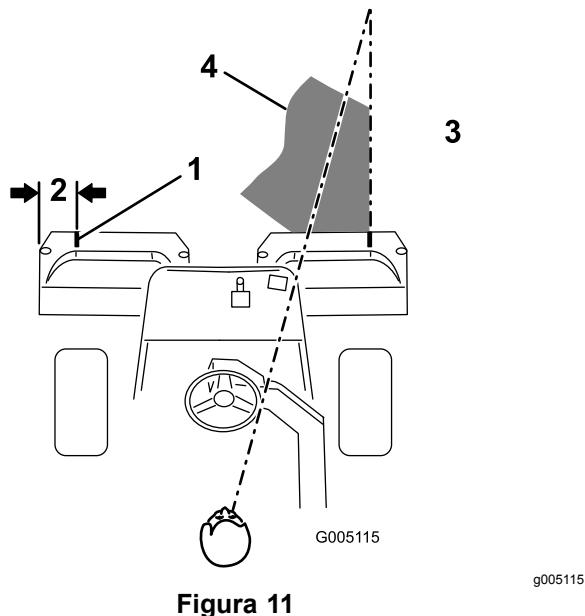

Figura 11
2. Applicate una striscia adesiva bianca, oppure tracciate una linea con della vernice bianca, su ciascun cestello, parallela al bordo esterno del cestello stesso (Figura 11).